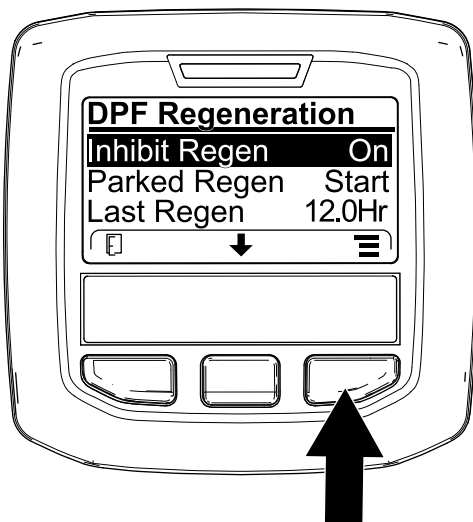
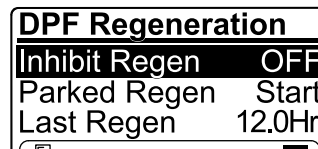

Bild 41
Bild 42
1. Navigieren Sie auf das Menü „DPF Regeneration“, drücken Sie die mittlere Taste und navigieren Sie auf die Option INHIBIT REGEN.; drücken Sie die rechte Taste, um den Eintrag „Inhibit Regen.“ auszuwählen (Bild 41).
2. Drücken Sie die rechte Taste, um die Einstellung für das Verhindern der Regenerierung von „On“ in „Off“ (Bild 41) oder von „Off“ in „On“ (Bild 42) zu ändern.